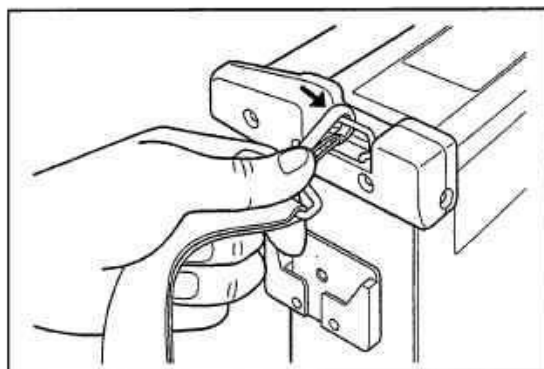

図 3.22
- 肩ベルトのフックレバーを押しながら MX R 本体のベルト受け金具にフックを引っ掛けます (図 3.22 参照)。